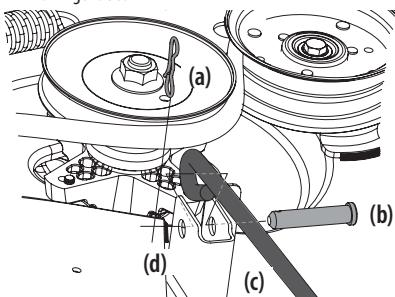

Figure 38
- b. Retirez la troisième goupille fendue (a) de l'axe de chape (b) qui fixe la tige de commande (c) au support du système de relevage avant (d). Retirez l'axe de chape (b). Voir Figure 38.